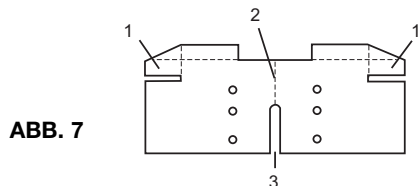

ABB. 7
- Lappen der Schablone nach hinten biegen (Abb. 7).